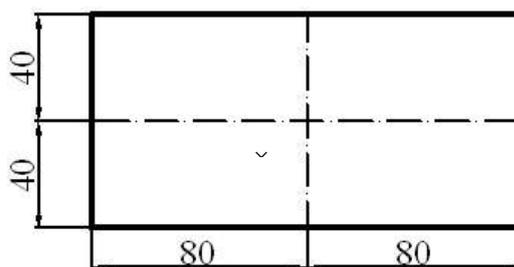

Рис. 112
7. Из меню **Деталь**  $\Rightarrow$  **Размеры**  $\Rightarrow$  **Новый размер** задать размеры (рис. 112).